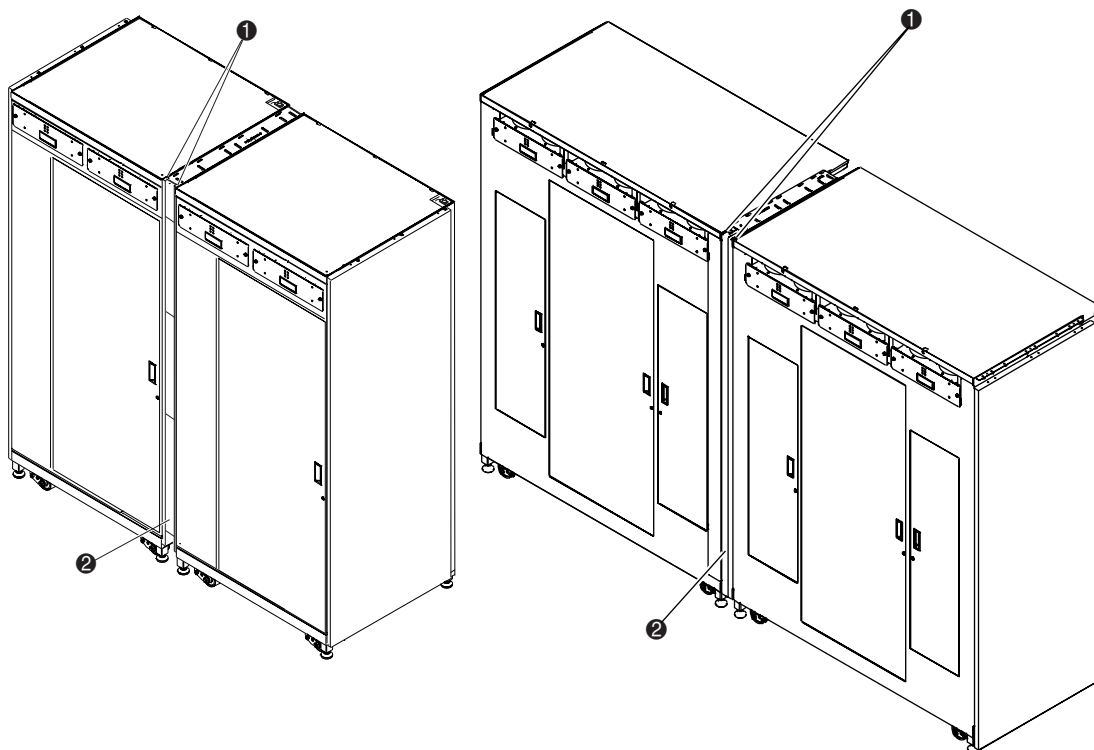

Figure 2-18. Installation du panneau d'habillage arrière
3. Installez les vis (réf. 0615112) pour fixer le panneau d'habillage arrière à la plaque de fixation de l'armoire supérieure (❶ Figure 2-18).